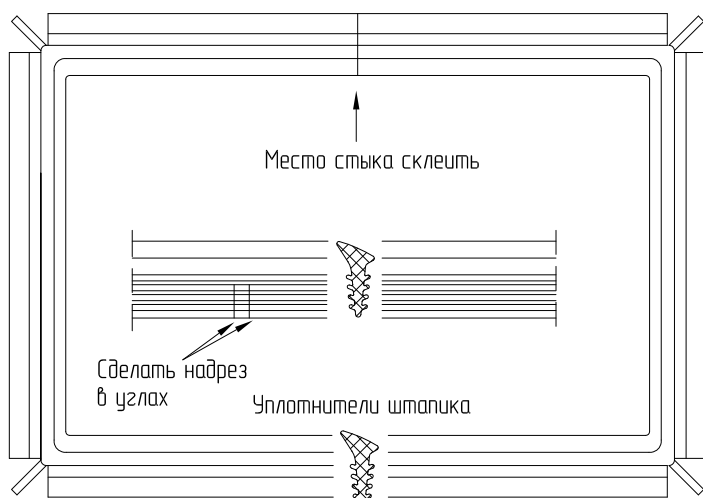

Рис. 2
7. Согласно схеме вкатать уплотнить под штапик (Рис. 2).